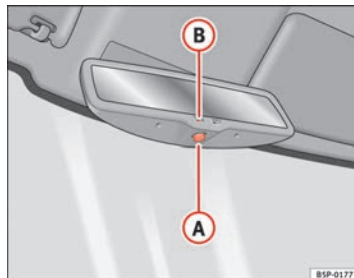

Fig. 86 Retrovisor interior com regulação automática para posição de anti-encandeamento.
- Premir o botão (A) ⇒ fig. 86. O aviso de controlo (B) apaga-se.
- Premir o botão (A) ⇒ fig. 86. O aviso de controlo acende-se.